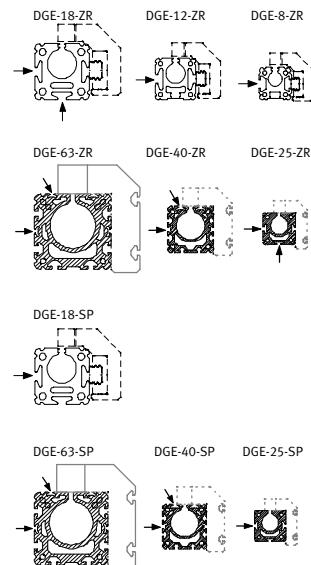

Bild 37
- Använd spåren enligt bild 37.